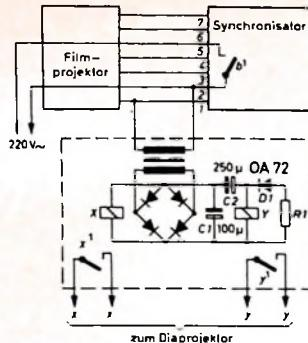

Bild 31. Schaltung zur nicht streng synchronen kombinierten Vorführung von Dias und Schmalfilmen
Das erste Verfahren macht von der Tatsache Gebrauch, daß der Projektor bei der elektronischen Synchronisation durch Unterbrechung der Synchronspur beliebig gestoppt und wieder gestartet werden kann. Die Kopplung zwischen Dia- und Filmprojektor ist nun sehr einfach. Bild 31 zeigt die Schaltung des hierzu im Diaprojektor einzubauenden Zusatzes. Beim Einsetzen der Synchronspur schließt der Kontakt b^1 im Synchronisator und schaltet die Netzspannung von 5 nach 2 durch; der Filmprojektor läuft an. Von dem Verbindungsleitungen 1 und 2 wird die geschaltete Netzspannung abgenommen und daraus im Zusatzgerät eine Gleichspannung von 24 V erzeugt, die das Relais X erregt. Der Ruhekontakt x^1 des Relais X , der an der Trennstelle $x-x$ im Lampenstromkreis des Diaprojektors liegt, schaltet dann die Lampe aus. Gleichzeitig lädt sich der Kondensator $C2$ über das Relais Y auf, wobei dieses anzieht und den Kontakt y^1 kurzzeitig schließt. y^1 wird an Stelle von b^1 an die Punkte $y-y$ angeschlossen und löst beim Schließen den Diawechsel aus, der nach dem Erlöschen der Lampe erfolgt.
Relais (D), das die Netzspannung zur Zusatzschaltung im Diaprojektor (nach Bild 31) durchschaltet.